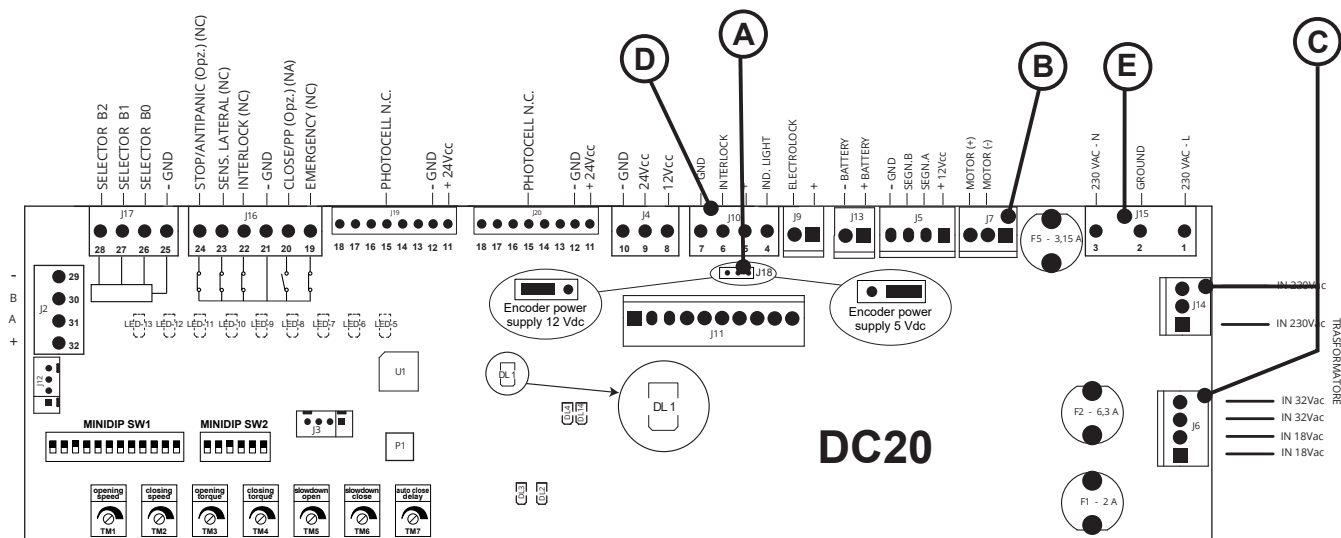

fig. 15
- A** collegare l'innesto a pettine dell'encoder (4 fili: giallo, bianco, verde e marrone) sull'apposito jack-encoder della centralina (vedi fig. 15);
connect the comb connector of the encoder (4 wires: yellow, white, green and brown) on the encoder jack of the control unit (see fig. 15);